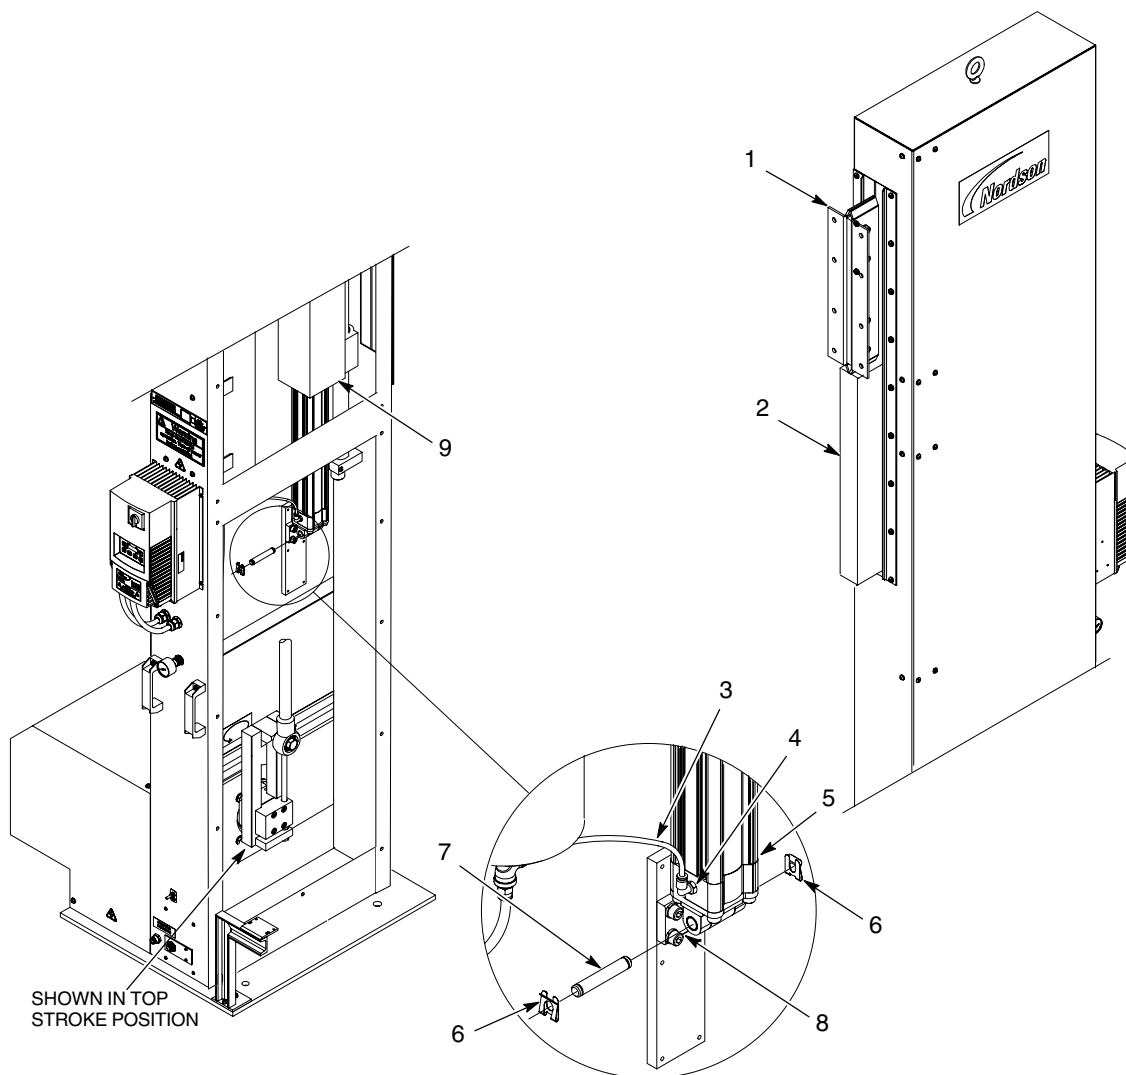

Рис. 19 Установка пневмоцилиндра
1. См. рис. 19. Сдвинуть каретку распылителей (1) в положение хода вверх. При помощи бруска (2) зафиксировать каретку распылителей (1), как показано.
2. Установить пневмоцилиндр в монтажную трубку (9) узла подшипников. Зафиксировать пневмоцилиндр при помощи штифта (7) и скоб (6).
3. Подсоединить пневматическую линию (3) к фитингу пневмоцилиндра (4).
8. См. рис. 19. Сдвинуть каретку распылителей (1) в положение хода вниз, осторожно сняв брусок (2). Каретка распылителей должна сместиться вниз.